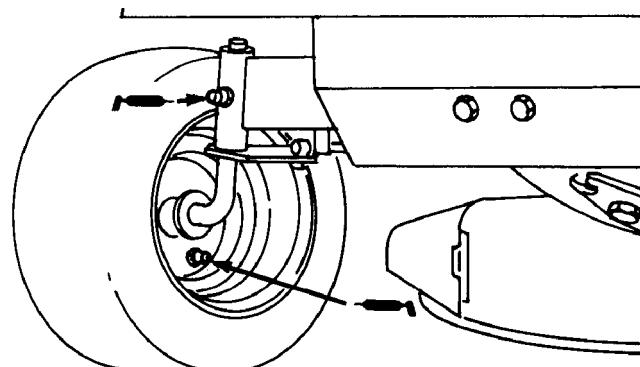

Bild 19
1. Fetten Sie die Vorderräder und Lenkspindeln, bis das Fett beginnt, aus den Lagern auszutreten (Bild 19).